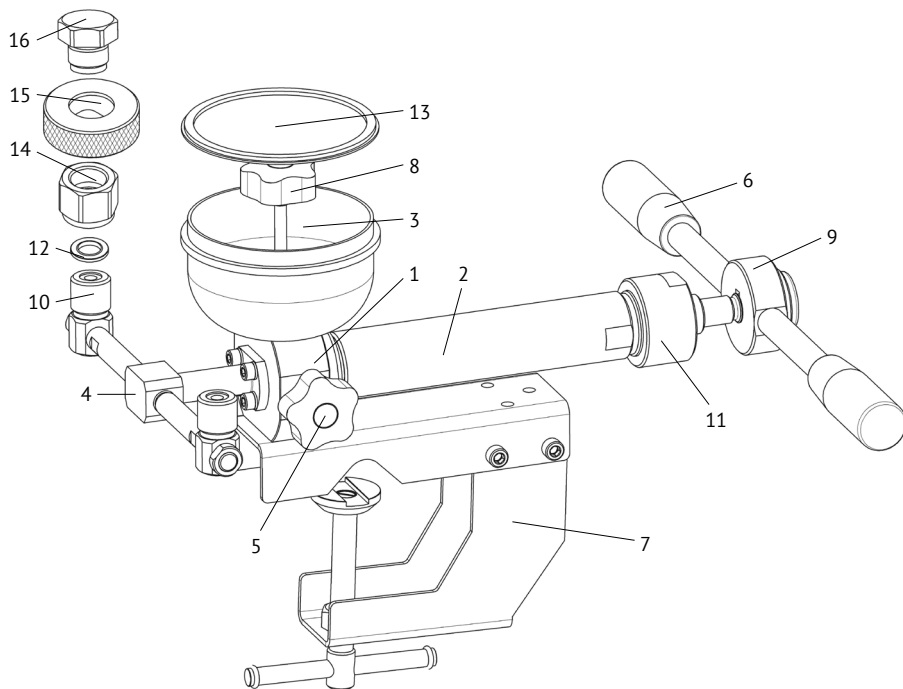

Рис. 1. Внешний вид прибора:
4.1 Пресс гидропневматический малогабаритный ПГМ состоит из бронзового корпуса 1 (Рис. 1), с присоединенным рабочим цилиндром 2, с ходовым винтом 11 и штурвалом 9 со съемными ручками 6. Сверху расположен стакан 3 с крышкой 13 для рабочей жидкости с вентилем сброса давления 8. С задней стороны находится рампа 4 со стойками 10 для подключения СИ. Снизу расположена трубуцина 7 для крепления ПГМ к столешнице или трубе.
6.3 Надежно закрепите ПГМ на столешнице или трубе посредством трубки 7 (Рис. 1).
6.5 Установите резинометаллические уплотнения 12 (Рис. 1) на стойки 10 и накрутите требуемого размера гайки присоединительные 14 (левая резьба) из комплекта ЗИП. Проверьте состояние вентиля рампы 5 (должен быть открыт на 1-2 оборота).
6.6 Залейте 100 — 150 мл рабочей жидкости в стакан. Откройте вентиль сброса давления 8, отвернув иглу на 2-3 оборота до момента пока рабочая жидкость не появится в отверстиях стоек для поверяемых СИ. После этого вращением по часовой стрелке закройте вентиль рампы 5 (Рис. 1) до упора, не прилагая больших усилий.
7.2 Проконтролируйте состояние и точность установки резинометаллических уплотнений 12 (Рис. 1), состояние торцевых поверхностей штуцеров присоединяемых СИ.
7.4 Откройте вентиль *рампы 5* (Рис. 1), отвернув иглу на 0,5—1 оборота.
8.2 Ежедневное техническое обслуживание: произведите внешний осмотр, очистите от загрязнений и пыли — сухой, чистой ветошью. Проверьте наличие смазки на поверхности *ходового винта пресса 11* (Рис. 1). При её отсутствии или недостаточном количестве произвести смазывание поверхности винта консистентной смазкой ЛИТОЛ — 24 ГОСТ 21150-87.